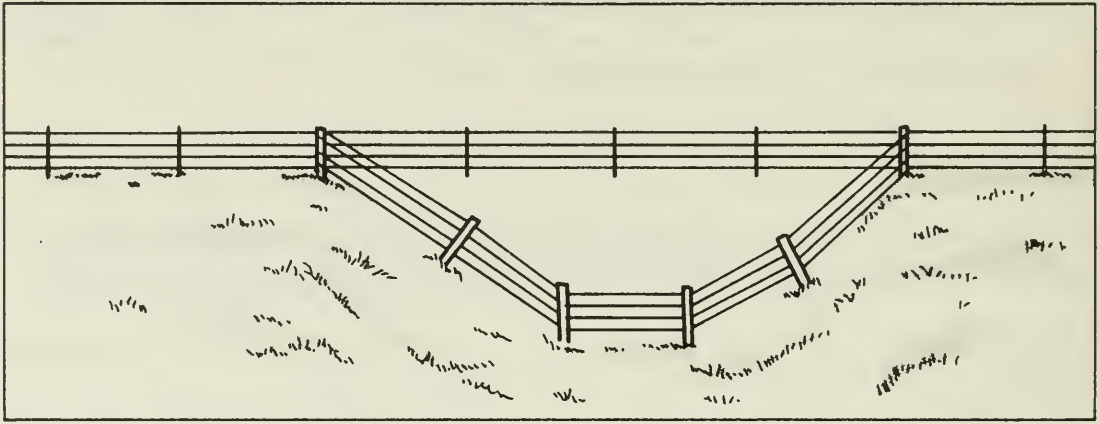

Fig. 21 Traversée d'un fossé étroit avec une clôture sous forte traction.
7. Réduire suffisamment la tension sur le fil-guide pour pouvoir le tirer vers le bas jusqu'à la hauteur du fil inférieur sur les poteaux de fossé. On peut utiliser des porte-poulies ou cramponner le fil lisse pour guider le fil. Retendre le fil à 45 kg. *Remarque* — Une autre solution pour clôturer les fossés importants consiste à laisser la clôture de ligne surplomber le fossé de façon permanente (fig. 21). Cette méthode ne nécessite pas de descendre le fil-guide dans le fossé comme décrit précédemment pas plus qu'elle ne requiert de poteaux de fossé plus longs. Une courte section de clôture traversant le fossé est fixée aux poteaux intermédiaires de la clôture, mais n'est pas tendue à 136 kg.